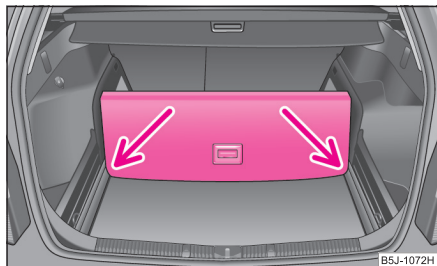

Abb. 72 Gepäckraum unterteilen
- Heben Sie den Teil des Ladebodens mit Griff an und sichern Sie diesen durch einschieben in die Nuten \Rightarrow Abb. 72. ■